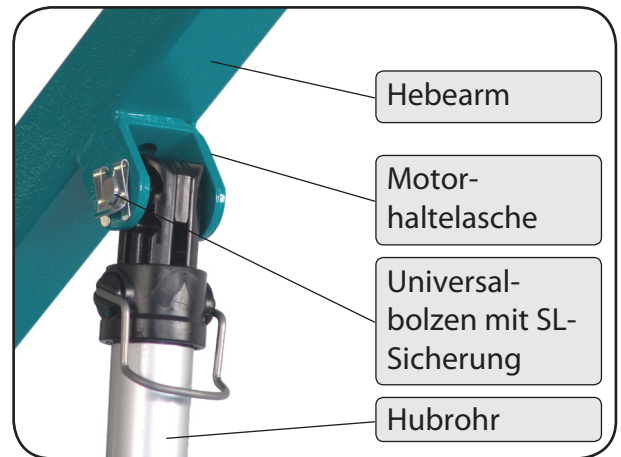

Abbildung 10
6. Heben Sie den Hebearm an und bringen Sie die Bohrung des Hubrohres mit der der Motorhaltetasche in Deckung. Befestigen Sie den Hubantrieb an die Motorhaltetasche des Hebearms durch Einstecken des Universalbolzens mit anschließender Sicherung durch die SL-Sicherung (Abbildung 10).